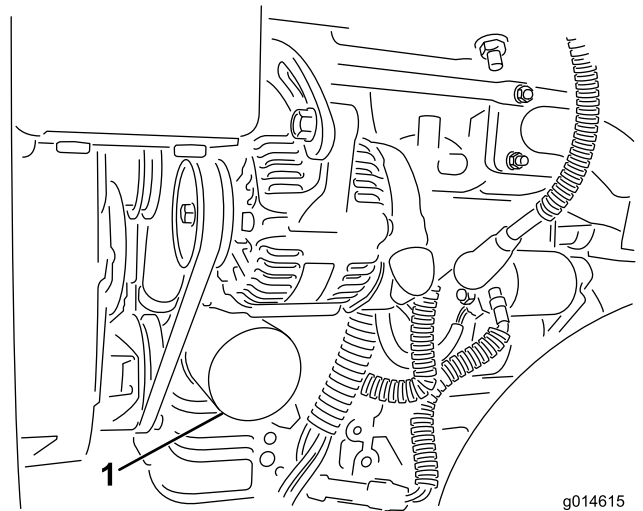

图43
2. 拆下机油滤芯（图43）。在新的滤芯垫片上涂上薄薄一层干净油。